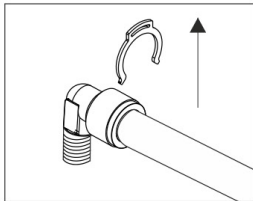

Abb. 1
- 1) Nehmen Sie den Schutzclip von der Schnellkupplung ab (Abb. 1).